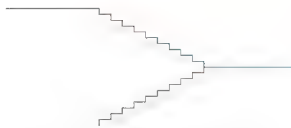

图 4.108 偏移并擦除 AB 和 CD 直线
(3) 将 AB 和 CD 直线分别向下偏移 110mm, 然后擦除 AB 和 CD 直线, 结果如图 4.108 所示。